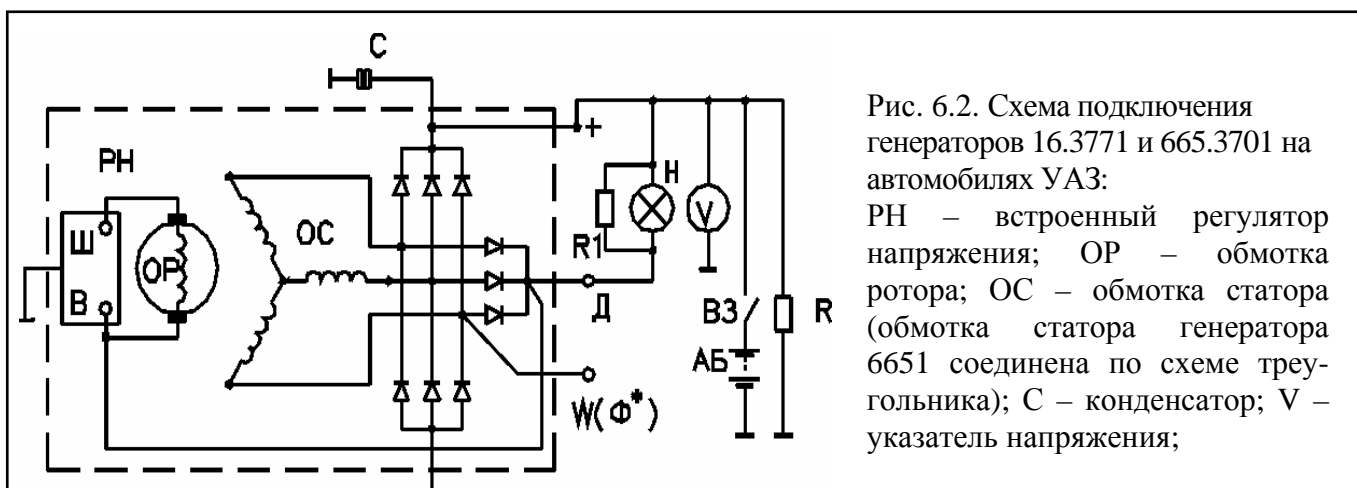

Рис. 6.2. Схема подключения генераторов 16.3771 и 665.3701 на автомобилях УАЗ:
1. Генераторы 665.3701, 16.3771 со встроенным выпрямительным блоком и интегральным реле регулятором с дополнительными диодами и выводом фазы для тахометра (рис. 6.2);